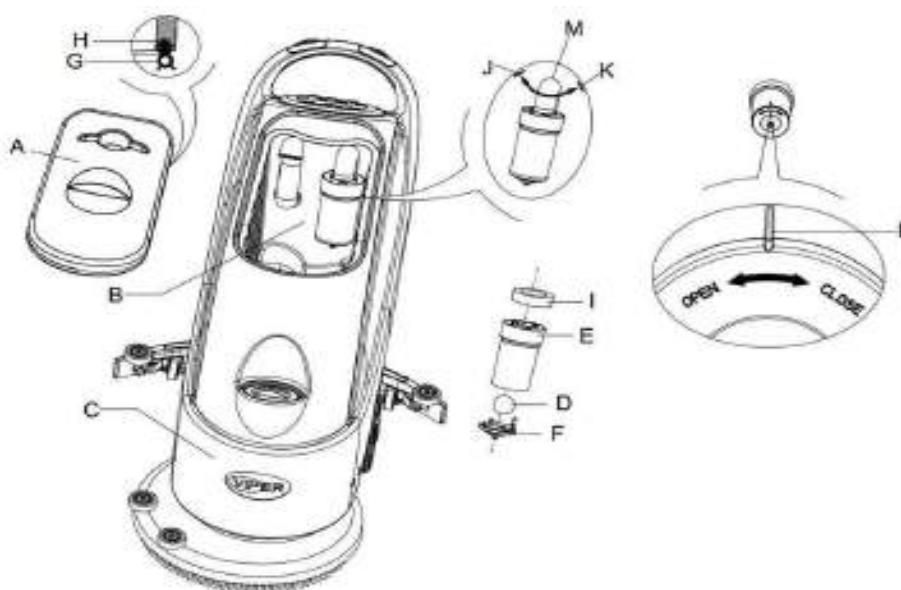

Figura 11
2. Presione el interruptor de encendido (38) en posición "O" para apagar la máquina.
3. Abra la tapa del tanque de recuperación (A, **Figura 11**) y retire el dispositivo del flotador (36) del tanque de recuperación.
4. Use agua fresca para lavar la tapa del tanque de recuperación (A), el tanque (B y C), y el bastidor del filtro del flotador (E). A través del Tubo de Recuperación (15), vacíe toda agua del tanque.
5. Si hace falta, siga los símbolos "Abierto" y "Cerrado" como se indica en la **Figura 11**, abra la tapa inferior (F) del filtro del flotador y limpie el flotador (D), su filtro, el bastidor (E), y la esponja del filtro. Después de limpiar, fije el flotador sobre el bastidor del filtro (E), luego alinee la ranura marcada (L) de la tapa inferior (F) del filtro del flotador con la ranura marcada (L) del bastidor del filtro (E). Apriete la tapa inferior (F) del filtro del flotador y fije la esponja del filtro (I) sobre el bastidor (E), y luego sobre la manguera de aspiración (M).
6. Compruebe la integridad del anillo de sellado (G) de la tapa del tanque de agua.
Si es necesario, la tira de sellado del tanque de agua (G) se puede sacar de la ranura (H) y ser reemplazada. A la hora de ensamblar una nueva tira de sellado del tanque de agua, como indica la Figura 11 más abajo, instale el conector en la sección central de la parte posterior.
7. Compruebe si la superficie de recepción de la tira de sellado (G) está intacto y sella adecuadamente.
8. Cierre la tapa del tanque de recuperación (A).